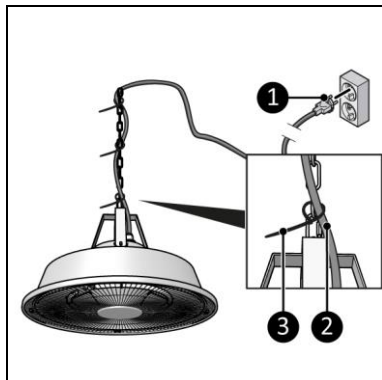

Figure 9
2. Disposez le cordon d'alimentation (figure 9, pos.2) le long de la chaîne de suspension en utilisant des colliers de serrage (figure 9, pos. 3).
3. Insérez la fiche (figure 9, pos. 1) dans une prise murale reliée à la terre et facilement accessible. Utilisez une prise murale avec mise à la terre d'une puissance minimale de 1 500 watts.
1. Insérez la fiche (figure 9, pos. 1) dans une prise murale reliée à la terre et facilement accessible. Utilisez une prise murale avec mise à la terre d'une puissance minimale de 1 500 watts.
1. Retirez la fiche de la prise secteur (figure 9, pos. 1).